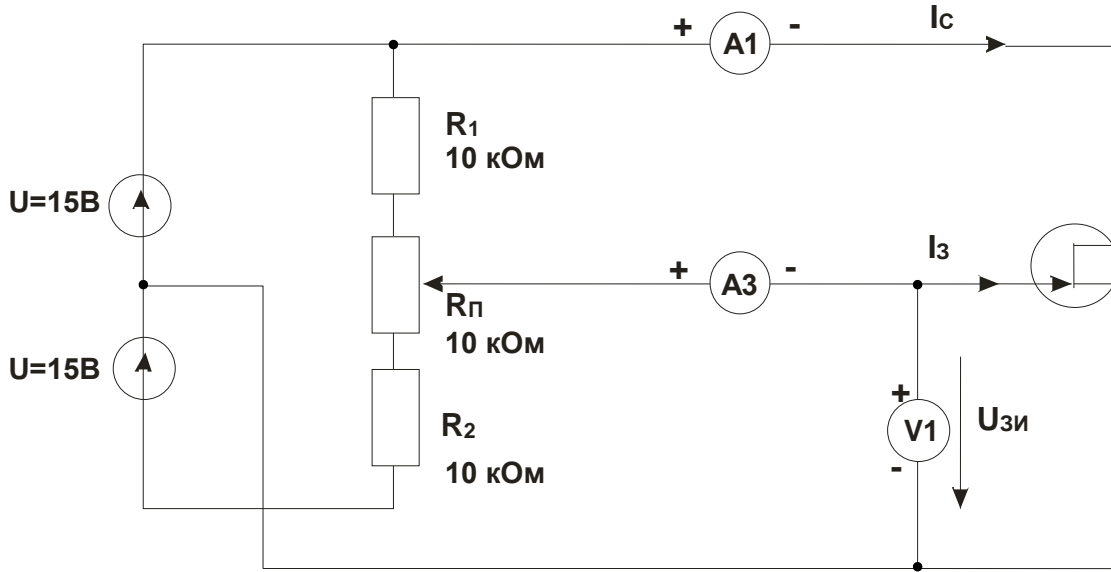

Рис. 5.3.1
- Соберите цепь согласно схеме (рис. 5.3.1) и установите поочередно значения напряжения затвор / исток  $U_{зи}$ , указанные в табл. 5.3.1. Измерьте виртуальными приборами или мультиметрами соответствующие значения токов затвора  $I_z$  и стока  $I_c$  и занесите их в табл.5.3.1.